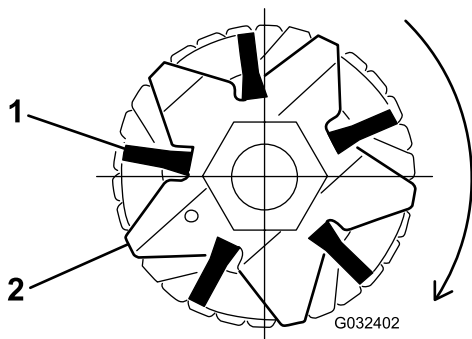

Figura 19
4. Verifique se as escovas estão colocadas nas ranhuras das lâminas do rastelo (Figura 17 e Figura 19).
5. Envolver, sem apertar, as fitas, como se mostra na Figura 17, em torno do eixo e das escovas do cilindro do dispositivo inserindo as fitas nas ranhuras das escovas Figura 19.